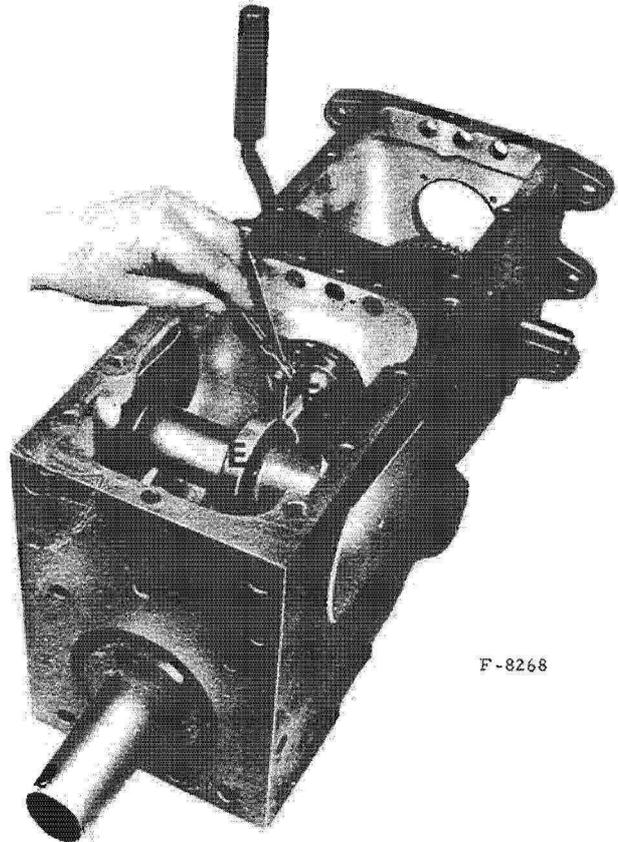

Fig. 52. - Recherche de la distance roulement-axe de la couronne, à l'aide des jauges spéciales.
Pour déterminer la distance "B", séparant le roulement de l'axe de la couronne, employez l'outil-lage ci-contre qui comprend : (fig. 52).
- Mesurez la distance séparant les deux jauges, (fig. 52) soit par exemple 3,1 mm.